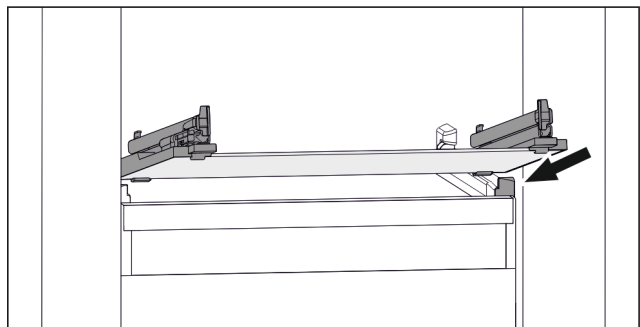

Fig. 103 Beispielhafte Darstellung der Glasplatte
- ▶ Glasplatte schräg hinter den Stopperelementen aufsetzen. (siehe Fig. 103)